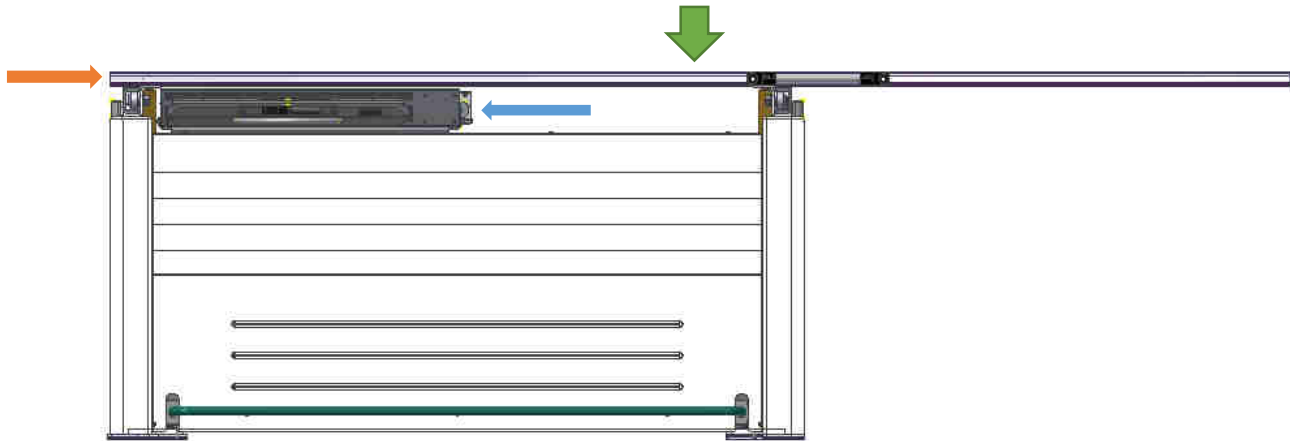

Abbildung 4-1
- Auf- und Absteigen des Patienten (siehe Abb. 4-1)